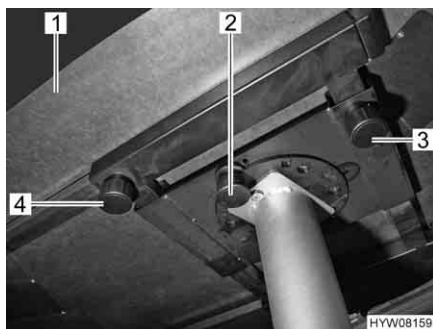

Fig. 60 Tavolo fisso con piede del tavolo ancorato
- Svitare la vite a testa cilindrica zigrinata (Fig. 60,4).
- Spingere il piano del tavolo (Fig. 60,1) nella posizione desiderata.
- Svitare la vite a testa cilindrica zigrinata (Fig. 60,3).
- Premere il tasto (Fig. 60,2) del bloccaggio.
- Ruotare il piano del tavolo (Fig. 60,1) nella posizione desiderata.